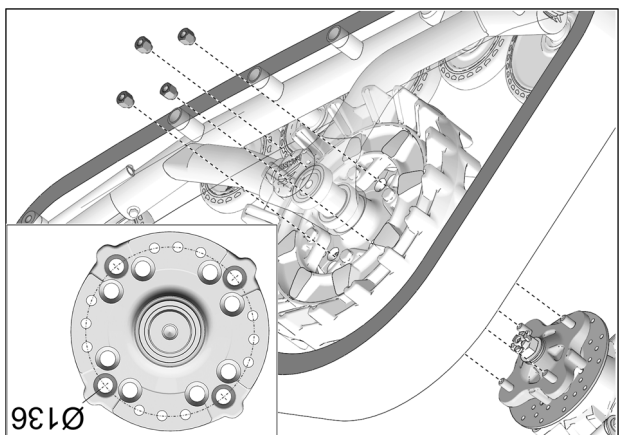

Fig. 18
9. Fixer le système de traction au moyeu de roue avant. Utiliser le cercle de perçage de Ø136mm et les écrous de roue d'origine du véhicule. Fig. 18